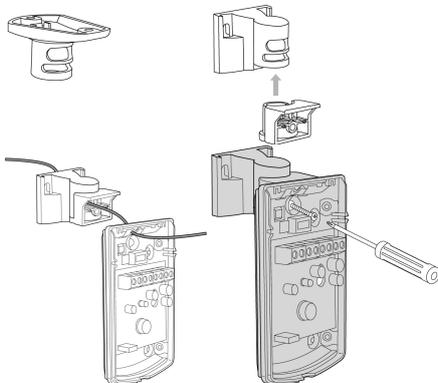

图 7
该探测器可以选择墙装或角落装。如果需要吸顶安装或一些特殊墙面安装，建议使用可选配件中的专用支架。参见支架描述(见图 7)。
- 4、底部一些圆形及方形的缺口是用做穿线孔的。用户也可以使用未作固定用的定位孔来走线（选用支架时，线缆从支架中穿过- 图.7）；
- 5、将探测器固定于墙壁，角落或天花板(选用支架安装时见，图.7)；